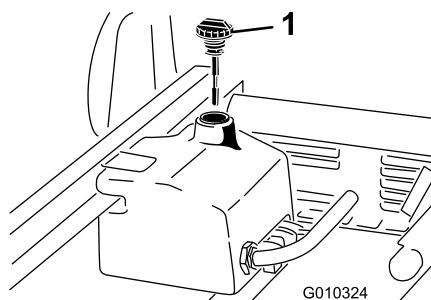

Figura 19
1. Limpe a zona em redor do tubo de enchimento e da tampa do depósito de fluido hidráulico (Figura 19).
3. Retire a vareta (Figura 19) do tubo de enchimento e limpe-a com um pano limpo.